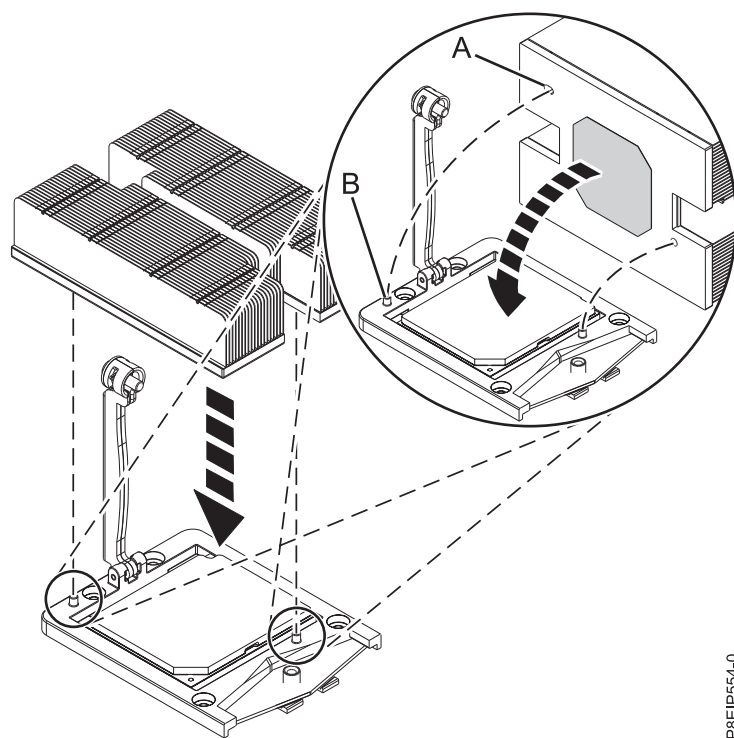

Figura 71. Instalación del disipador térmico
- 5. Instale el nuevo disipador térmico que se suministra en el kit de FRU. El TIM se aplica previamente al disipador térmico. Baje con cuidado el disipador térmico sobre el módulo del procesador del sistema, asegurándose de que los orificios (A) del disipador térmico se alineen con los dos pivotes de guía (B) del receptáculo, como se muestra en la Figura 71.